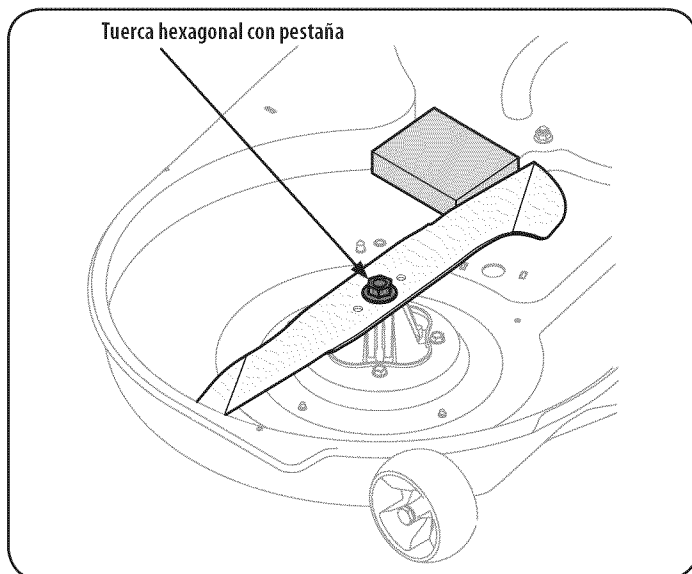

Figura 19
2. Coloque un bloque de madera entre el centro y el deflector de la vivienda cubierta de la cuchilla de corte para actuar como un estabilizador. Véase la Figura 19.
3. Quite la tuerca hexagonal brida que sujeta la hoja a la Asamblea del husillo. Véase la Figura 19.